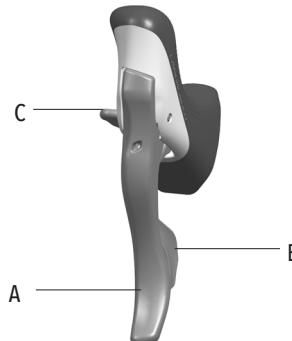

図9
- 左側エルゴパワーのレバーB（図9）はフロント・ディレイラーを動作させ、チェーンをアウター・チェーンリングに移動させます。
- チェーンがインナー・チェーンリング上にあるとき、レバーB（図9）は、ディレイラー・ケージの位置によって、1クリックか、2クリック、または3クリック分押し込むことができます。
- レバーC（図9）はフロント・ディレイラーを動作させ、チェーンをインナー・チェーンリングに移動させます。
- チェーンがインナー・チェーンリング上にあるとき、左側エルゴパワーのレバーB、またはレバーC（図9）は、それぞれ1クリック分押し込むことで、チェーンとディレイラー・ケージが接触しないようにフロント・ディレイラーの位置を正しく調整することができます。